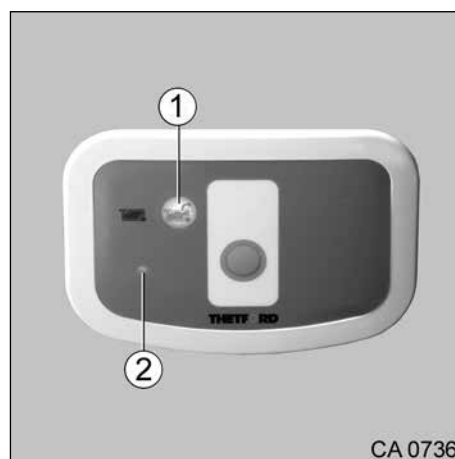

Fig. 132 Panneau Toilettes, système de transvasement par pompe des résidus
2. Appuyer sur la touche « Système de transvasement par pompe des résidus » (Fig. 132, pos. 1) et l'écran (Fig. 132, pos. 2) s'allume en rouge. La touche (Fig. 132, pos. 1) clignote pendant le processus de transvasement.
Lorsque le réservoir des eaux noires est plein, la touche « Système de transvasement par pompe des résidus » (Fig. 132, pos. 1) clignote rapidement.